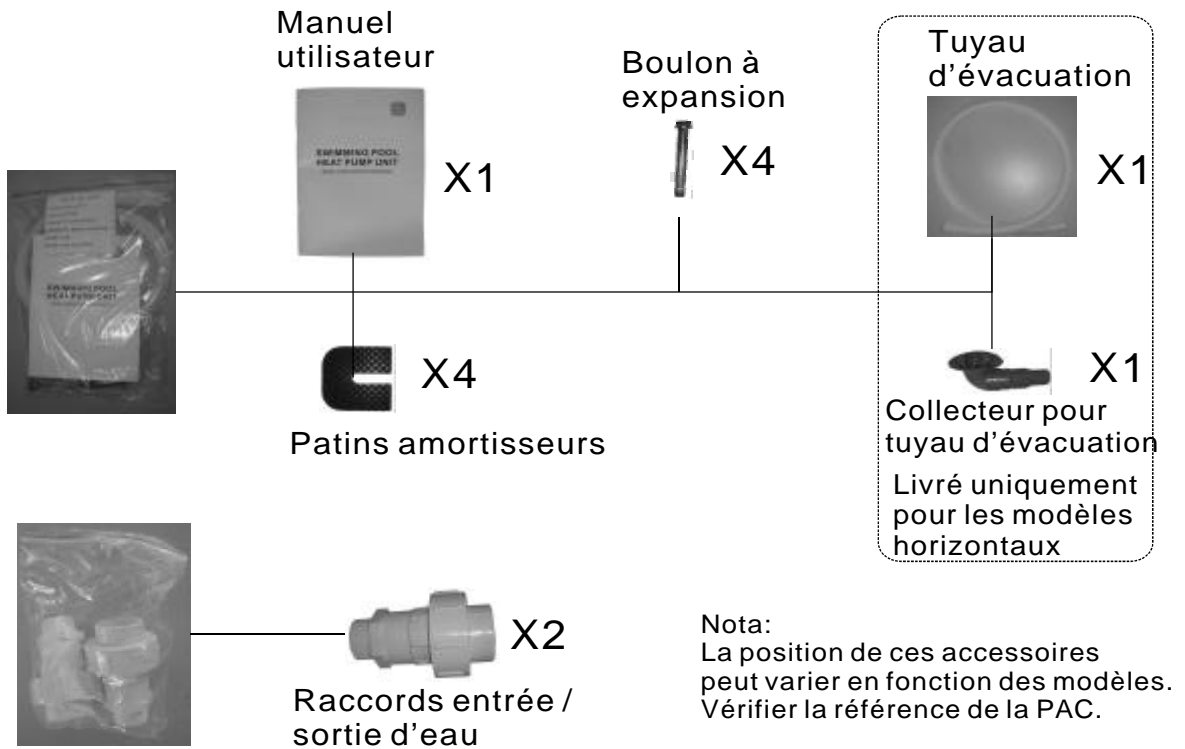

Figure 4-8
- (6). Retirer la poche d'accessoires fixée sur le tuyau de l'échangeur et vérifier que les accessoires sont tous présents conformément à la liste (voir figure 4-8).